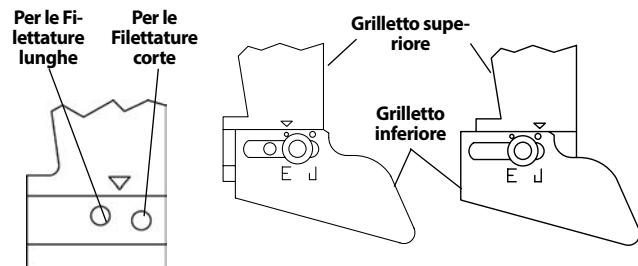

Figura 18 – Regolazione della lunghezza della filettatura
- Per le filettature corte, spostare il grilletto inferiore verso il mandrino della macchina. Per le filettature lunghe, allontanarlo dal mandrino (vedere Figura 18 – impostazioni di fabbrica mostrate). Le filettature lunghe sono solitamente preferite nell'Estremo Oriente e le filettature corte in Europa. Impostare come desiderato.